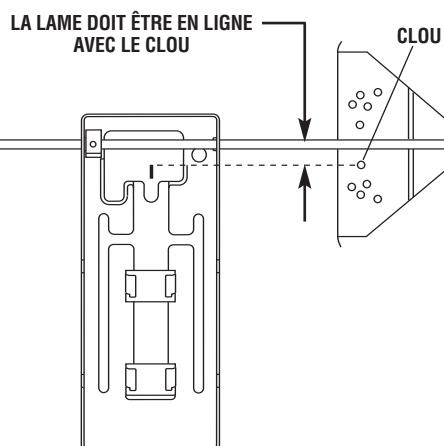

FIG. 14
3. Fixez le guide de refente à la scie, le guide de bord orienté vers le HAUT. Pour que le guide puisse exécuter une coupe circulaire, il faut que le clou soit en ligne avec la lame, comme illustré à la (Fig. 14).